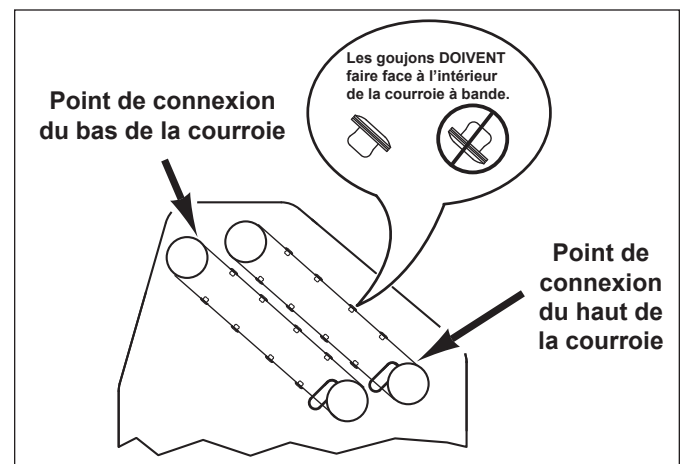

Figure 13. Installation correcte des courroies à bande
**REMARQUE :** Installer les courroies à bande de manière à ce que les goujons soient face à l'INTÉRIEUR de l'appareil. Les courroies à bande doivent être installées de manière à ce que l'ouverture d'une courroie à bande est à la position opposée de l'ouverture de l'autre courroie à bande (figure 13).
**REMARQUE :** Se reporter à la figure 13 pour les points de connexion appropriés au moment d'installer les courroies à bande.